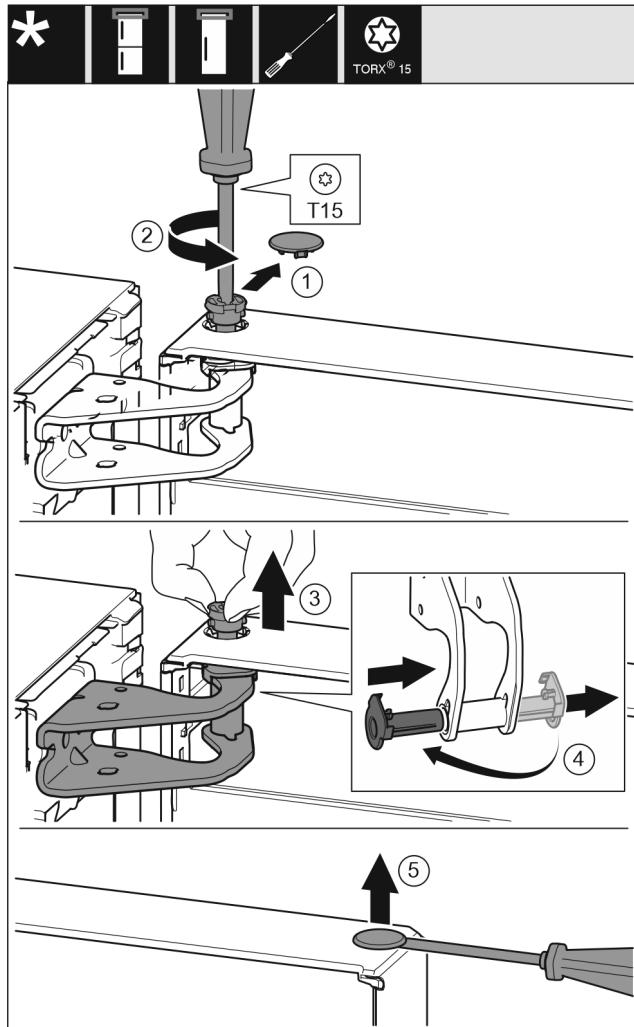

Fig. 9
- ▶ Обережно зніміть запобіжну кришку. Fig. 9 (1)
- ▶ Трохи викрутіть гвинт за допомогою викрутки T15. Fig. 9 (2)
- ▶ Притримуйте дверцята і витягніть палець руками. Fig. 9 (3)
- ▶ Витягніть із напрямної опорну втулку. Встановіть і зафіксуйте з іншого боку. Fig. 9 (4)
- ▶ За допомогою шліцевої викрутки обережно підйміть пробку із опорного втулка дверцят та витягніть її. Fig. 9 (5)